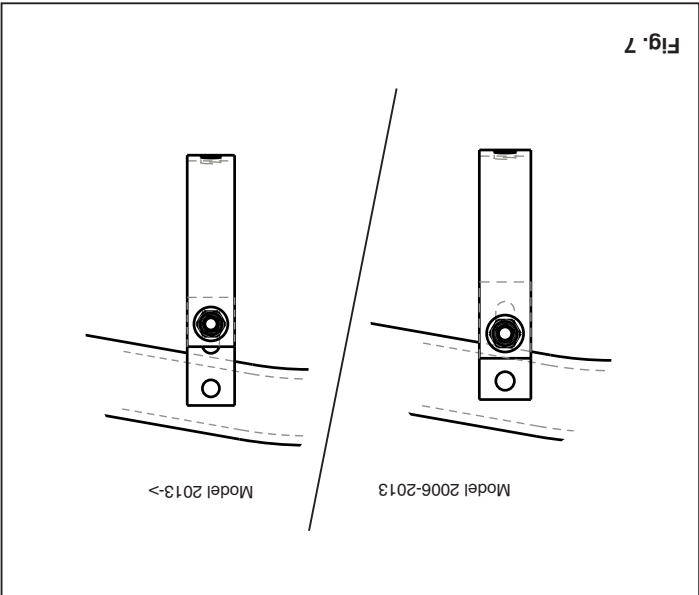

Fig. 7
15. Plaats de steunen H en bevestig deze t.p.v. de punten I. Zie fig. 7.
15. Position support H and attach it at points I. See figure 7.
14. Positionner le support H et le fixer à l'emplacement des points I. Voir la figure 7.
16. Die Störstange montieren. Abbildung 7.